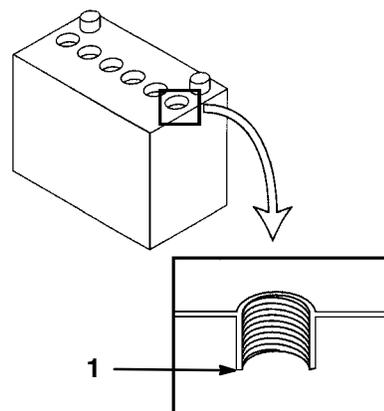

Figure 53
4. Ouvrir les couvercles pour voir l'intérieur des éléments. L'électrolyte doit arriver jusqu'au bas des tubes (Fig. 53). Ne pas laisser le niveau de l'électrolyte descendre en dessous du sommet des plaques.
2. Soulever les couvercles des éléments et les déposer (Fig. 53).
3. Verser lentement de l'eau distillée dans chaque élément de la batterie jusqu'à ce que le niveau arrive au bas du tube (Fig. 53).